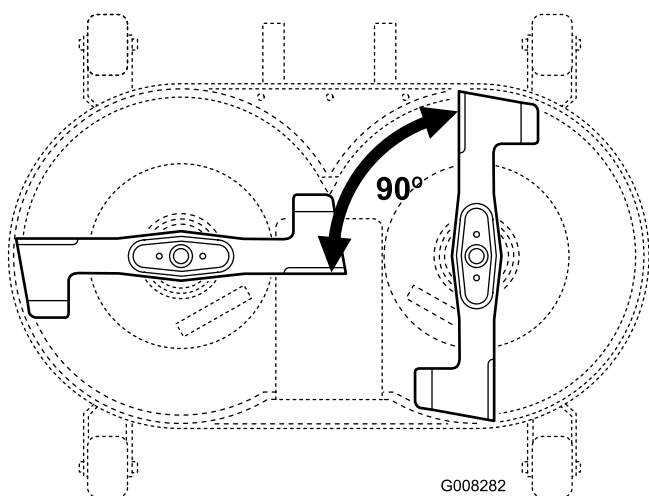

Figura 38
2. Posizionate le lame a 90° l'una dall'altra (Figura 38).